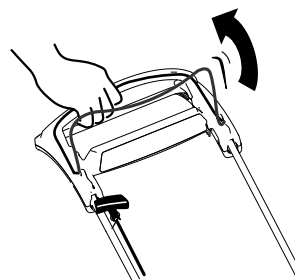

Figura 17
2. Trageți bara de comandă pentru lamă către mâner (Figura 17).